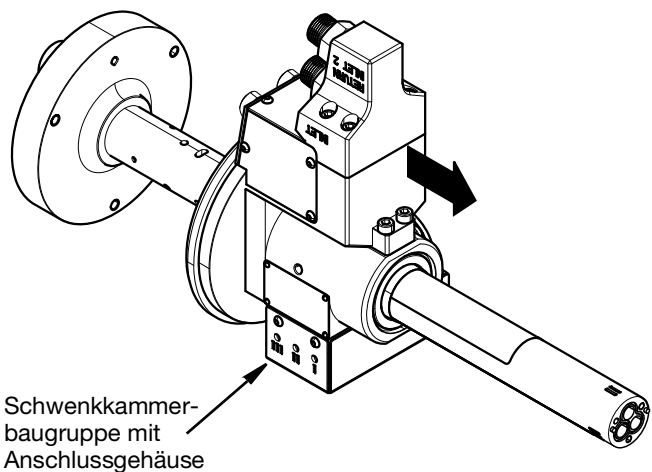

FIG. 17
9. Schieben Sie die Schwenkkammerbaugruppe mit Anschlussgehäuse ab. Siehe FIG. 17.